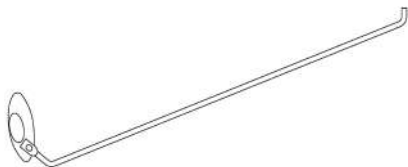

Рис. 103. Ложка химическая
1. **Ложка химическая для сжигания** (рис. 103) предназначена для проведения опытов, связанных с нагреванием и сжиганием различных веществ. Позволяет производить опыты по сжиганию в сосудах. Изготовлена из нержавеющей стали.